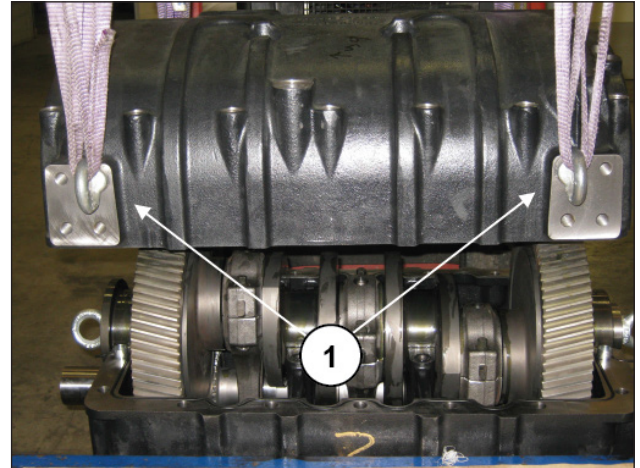

Fig. 26
Para a remoção do cárter traseiro, desmonte os pés posicionados sobre este e use os quatro furos rosqueados M16 para a montagem dos relativos olhais (pos. ①, Fig. 26).